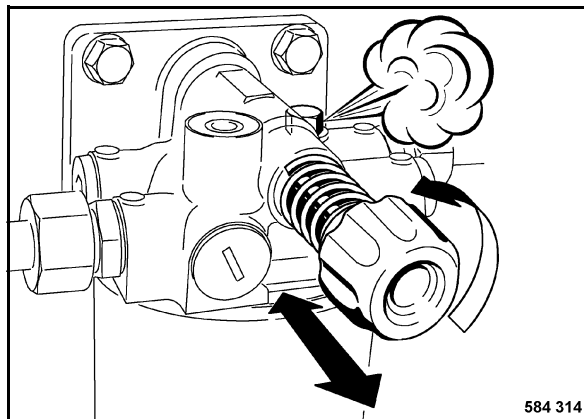

Fig. 186
- Soltar el tornillo de purga de aire (Fig. 186) en el filtro previo de combustible por 2 a 3 pasos de la rosca.